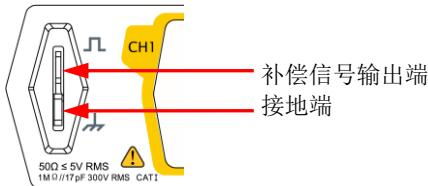

图 1-10 使用补偿信号
2. 将探头的接地鳄鱼夹连接至图 1-10 所示的“接地端”。
3. 使用探头连接示波器的通道 1(CH1)输入端和图 1-10 所示的“补偿信号输出端”。